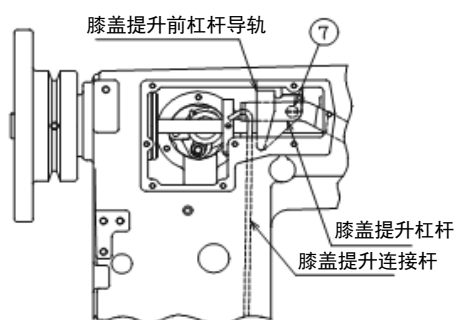

Fig.5
拧松膝盖提升前杠杆导轨固定螺丝⑦（1处），将膝盖提升前杠杆导轨拆下。（Fig.5）
将挂在膝盖提升杠杆上的膝盖提升弹簧拆下，拧松膝盖提升杠杆台阶螺丝⑧（1处）。然后，将嵌在膝盖提升杠杆端部孔里的膝盖提升连接杆从膝盖提升杠杆上拆下，将膝盖提升杠杆及膝盖提升连接杆从机臂内拆下。（Fig.5、6）